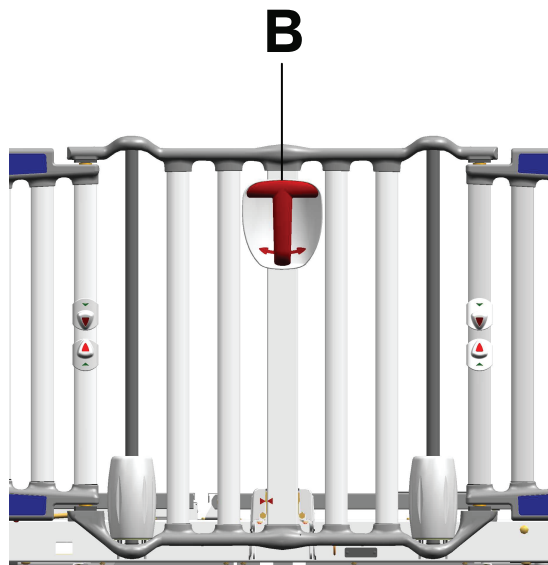

Figura 6 – Mango de activación de la barra lateral
1. Sujete el mango de activación de la barra lateral (B), apriete el gatillo de activación y gire el mango hacia la izquierda o hacia la derecha (Figura 6).